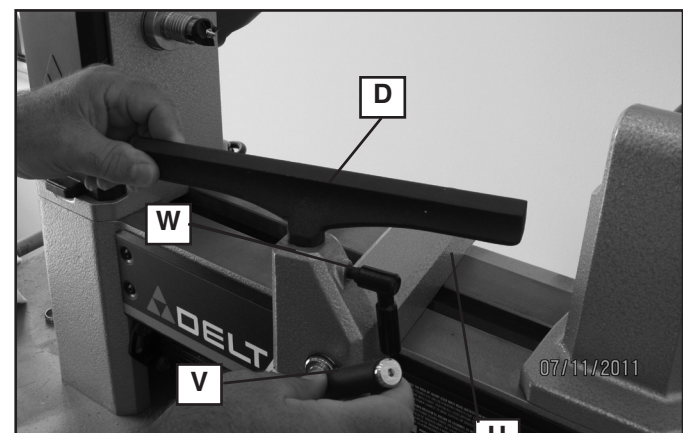

Fig. 13
Para ajustar la base del soporte de la herramienta (U) Fig. 13, afloje su palanca de bloqueo (V) y ajuste. La base del soporte de la herramienta puede colocarse de lado a lado, hacia adelante y hacia atrás, o puede rotarse según se lo desee. Una vez que esté en su lugar, trabe bien la base con la palanca (V).